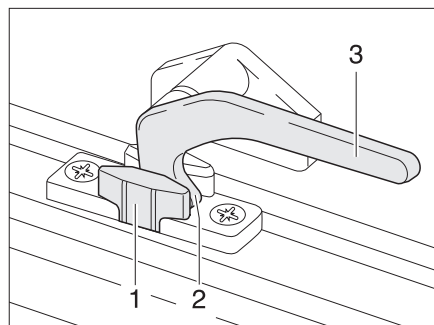

Fig. 39 Levier de verrouillage en position "Aération permanente"
- En position "Aération permanente" (Fig. 39)
- Tourner le levier de verrouillage (Fig. 39,3) d'un quart de tour vers le centre de la fenêtre.
- Tourner le levier de verrouillage d'un quart de tour vers le cadre de la fenêtre. Le tenon de verrouillage (Fig. 39,2) doit pénétrer alors dans le logement prévu à cet effet dans le verrouillage de fenêtre (Fig. 39,1).